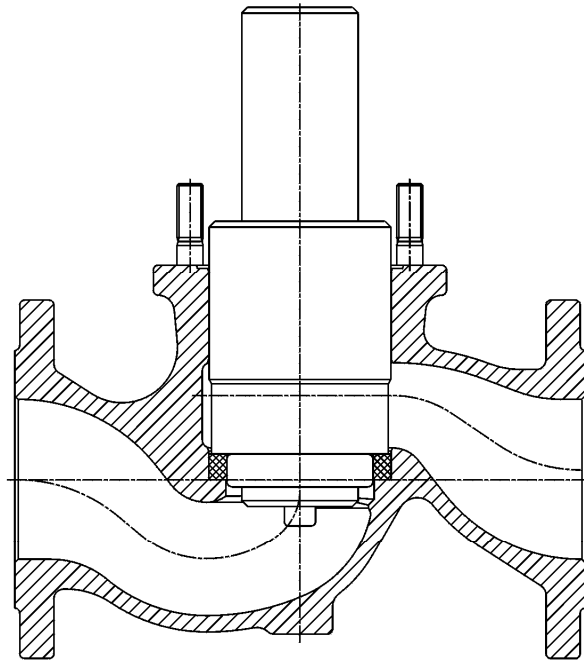
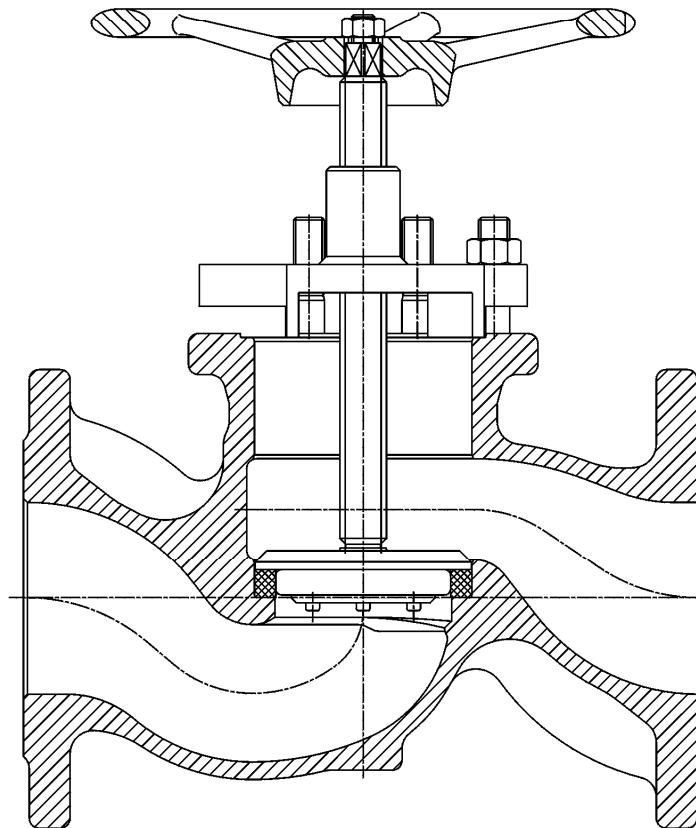

Bild 6
Bild 7
- Montage des unteren Ventilringes (Pos.14) mittels Montierwerkzeug (für DN 65- 200 siehe Bild 6, für DIN 100 – 200 siehe Bild 7)